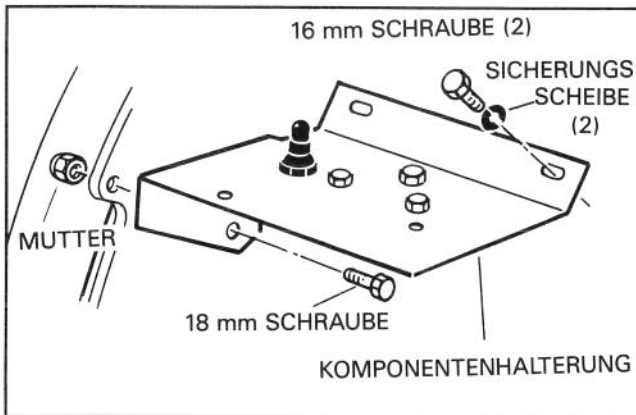

Abbildung 13
22. Komponententhalterung mit einer 16 mm Schraube und Sicherungsscheibe an Motor anbringen (Abb. 13).